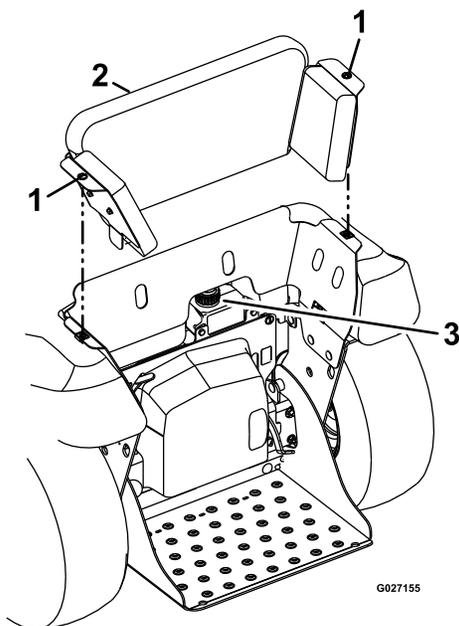

Figura 81
7. Instale el tapón del depósito en el depósito de expansión, y apriete el tapón hasta que quede firme (Figura 81).
2. Gire en sentido antihorario las 2 fijaciones que sujetan el apoyo de las rodillas al chasis de la máquina (Figura 81).
3. Tire del apoyo de las rodillas hacia arriba y hacia atrás para retirarlo de la máquina (Figura 81).
4. Limpie la zona alrededor del depósito de expansión del aceite y retire el tapón (Figura 81).